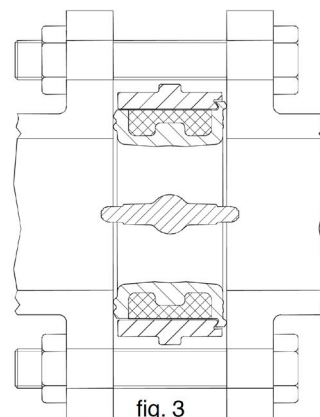

fig. 3
- Soutenir la vanne papillon au moyen de deux tirants qui, en passant par les trous sur les brides et à travers les fentes sur le corps de la vanne, permettent un premier centrage grossier entre les brides. Serrer légèrement 4 tirants (l'un en face de l'autre) jusqu'à obtenir une légère fixation de la vanne, procéder au centrage précis du corps de la vanne par rapport aux brides des tuyauteries (une erreur de ± 1 mm pour le DN 50 et proportionnellement ± 5 mm sur le DN 300 sont tout à fait tolérables). Serrer les 4 tirants jusqu'à ce que la vanne soit solidement bloquée, ouvrir complètement la vanne papillon (Fig. 3), puis insérer et serrer tous les autres boulons prévus pour le bridage. La vanne n'est pas particulièrement sensible aux couples de serrage des boulons des brides, respecter donc les couples de serrage des brides prévus par la réglementation respective, également en fonction du matériau à partir duquel les tirants ont été fabriqués.